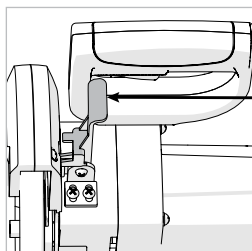

Fig. 17
- Appuyez sur le levier de verrouillage du carter inférieur pour relâcher la tête de coupe. **(Fig. 17)**